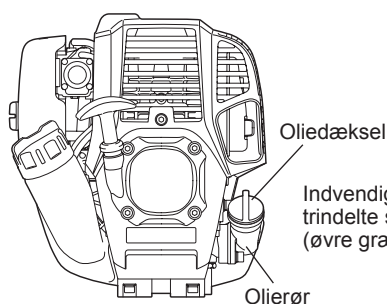

Fig. 1
- Placer motoren vandret, tag oliedækslet af (Fig. 1) og kontroller om der er olie i området mellem den øvre grænse og nedre grænse på olierøret (Fig. 2).